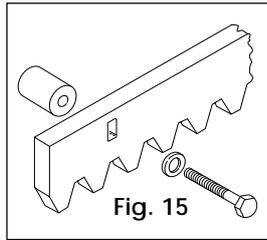

Fig. 15
4.4.2. CREMALLERA DE ACERO PARA ATORNILLAR (Fig. 15)